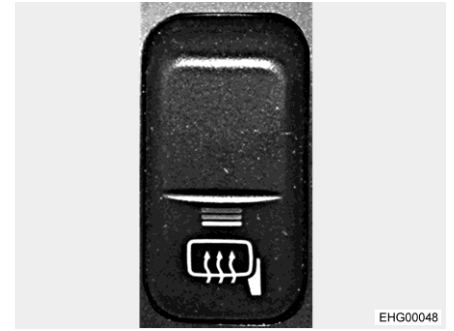

Fig. 33 Interruptor (calefacción de los retrovisores)
- Pulsar la parte inferior del interruptor (Fig. 33). La luz de control roja en el interruptor indica el funcionamiento.
- Pulsar la parte superior del interruptor (Fig. 33). La luz de control roja en el interruptor se apaga.